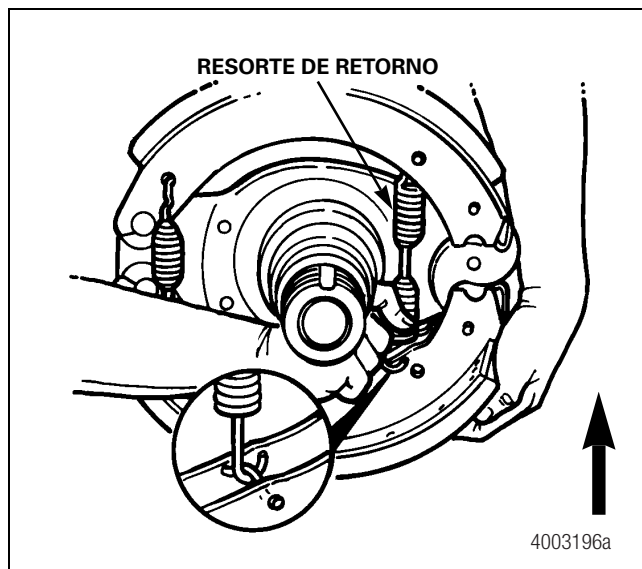

Figura 5.4
6. Gire la zapata de freno inferior hacia ADELANTE para que la tensión se dirija a los resortes de retención e instale un resorte de retorno nuevo. Figura 5.4.